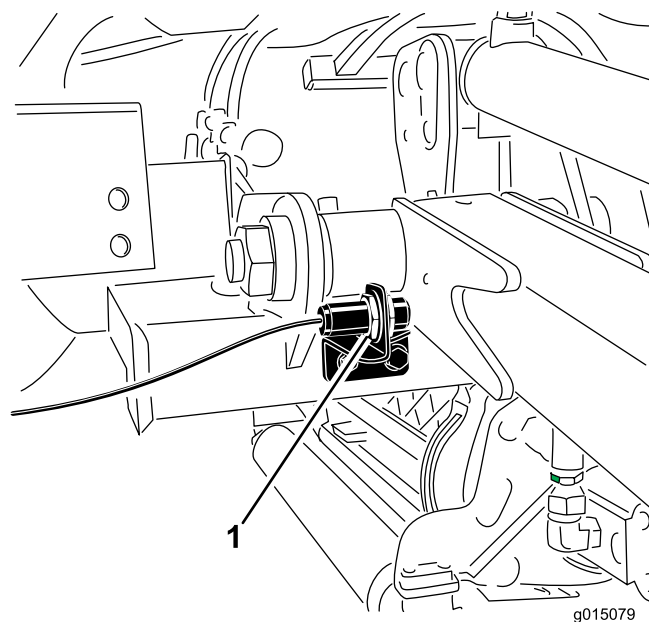

Figura 42
2. O interruptor do braço de elevação encontra-se por trás do braço de elevação direito dianteiro (Figura 42).
3. Solte os parafusos de montagem do interruptor (Figura 42) e desloque o interruptor para cima para aumentar a altura de viragem do braço de elevação ou desloque o interruptor para baixo para diminuir a altura de viragem do braço de elevação. Aperte os parafusos de montagem.